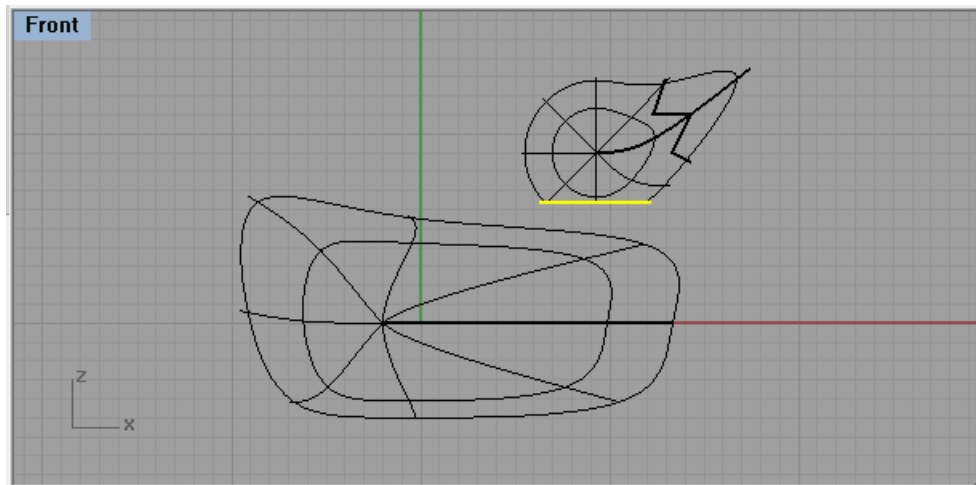

**Figura 5.27**
38.- Ahora aparecerá “Select cutting objects. Press Enter when done (ExtendLines=No ApparentIntersections=No ):”, seleccionar la parte inferior de la cabeza y dar Enter para eliminarla, como se muestra en la figura 5.27.